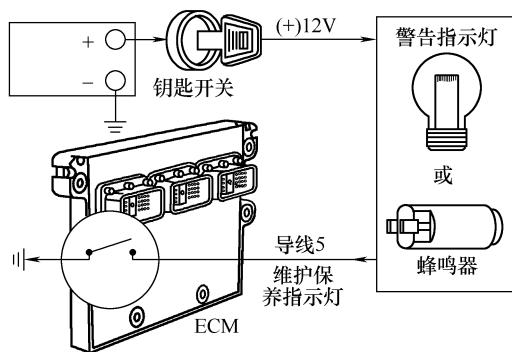

图 6-5 维护保养指示灯电路
(1) 概述 发动机维护保养指示灯电路如图 6-5 所示。发动机的保护系统使用警告指示灯或蜂鸣器对于下列情况之一向驾驶员报警。这些情况是：
- ① 冷却液液位低。
- ② 冷却液温度高。